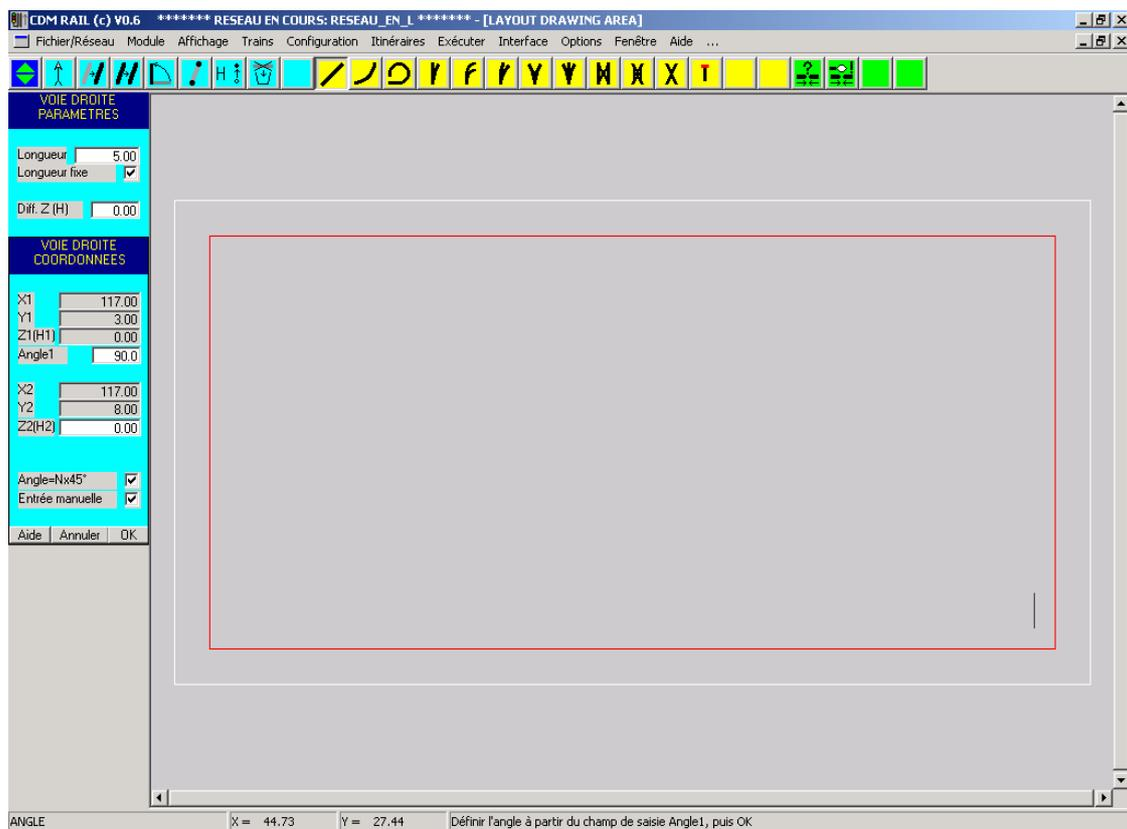

Figure MM-4-3: ajout du segment d'ancrage X1 = 117 Y1 = 3 Angle 1 = 90.
- (117, 3) (segment temporaire en bas à droite de la figure MM-4-3).